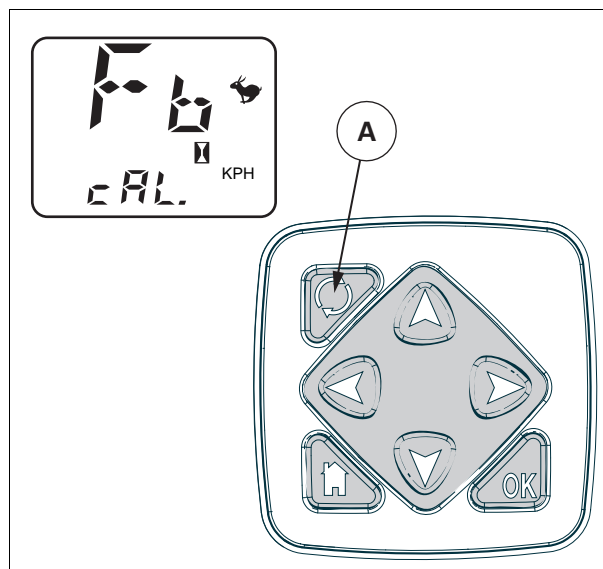

Рис. 10.
3. На экране должна отобразиться надпись "CAL" *рис. 10.*